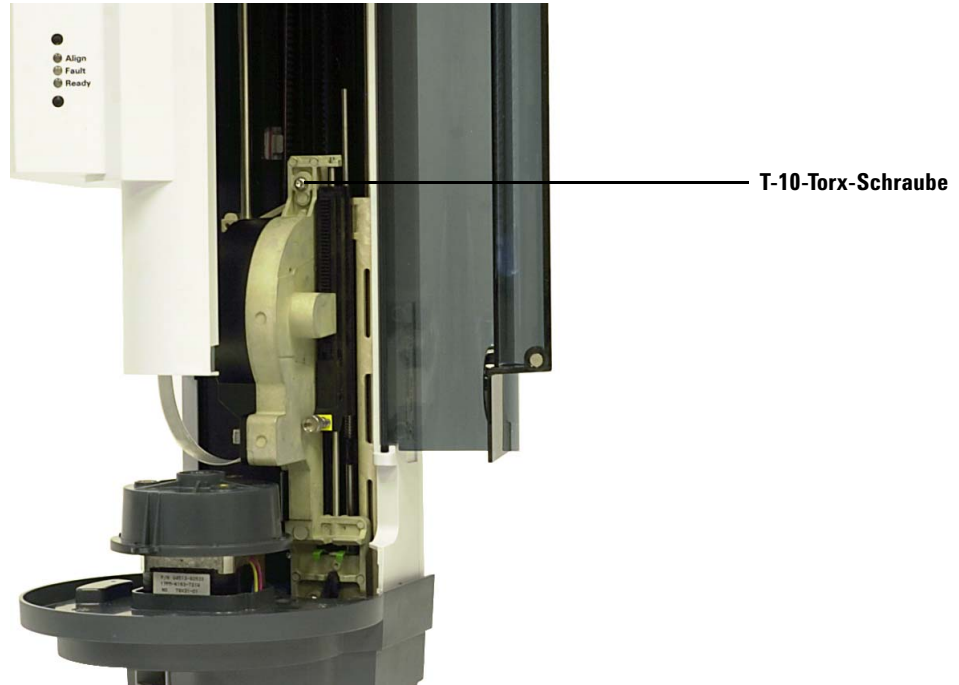

Abb. 107 Installieren der T-10-Torx-Schraube oben an der Spritzenträgerbaugruppe
- 14** Ziehen Sie die T-10-Torx-Schraube oben an der Spritzenträgerbaugruppe vollständig an (Abb. 107).